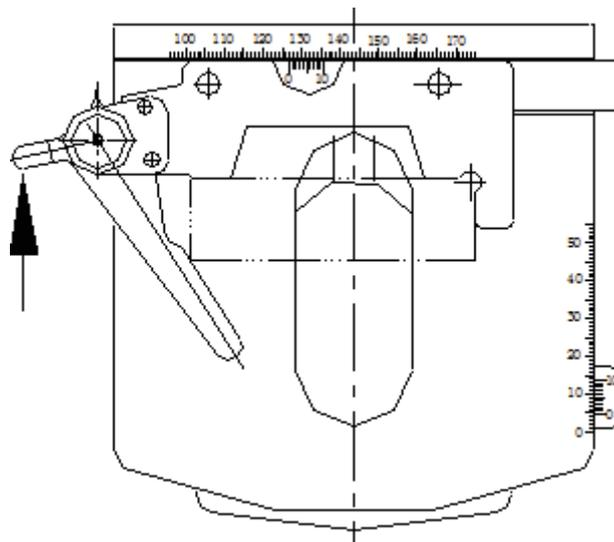

Figura 3. Platina Mecânica
5. Platina mecânica de dupla camada mostrada na Figura 3, com tamanho de 125mm x 125mm. Empurre o grampo das hastes na direção da seta, como mostrado na Figura 3, para inserir a amostra no porta lâminas. Gire o charriot (knobs 14 e 15) para mover a platina transversal (X) e longitudinalmente (Y) – deslizamento XY: 60x40mm. A precisão do movimento é de 0,1mm em ambas direções.